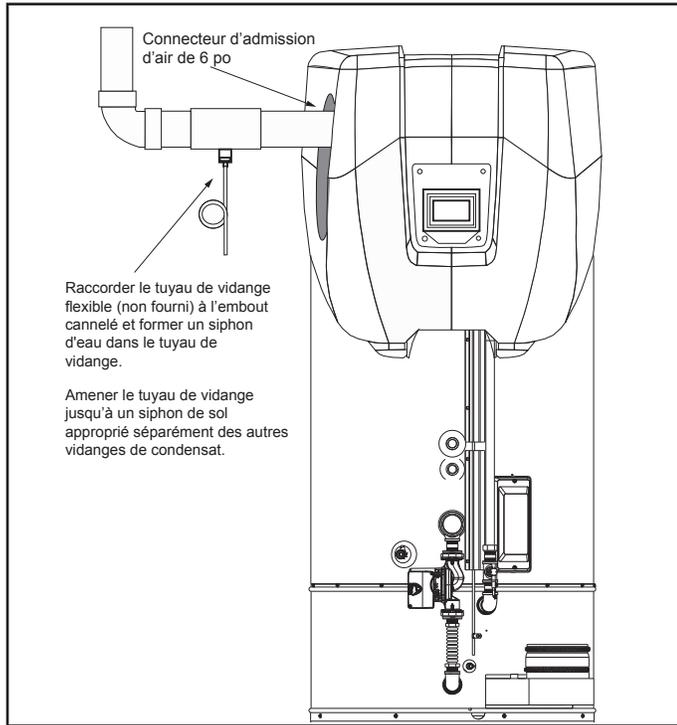
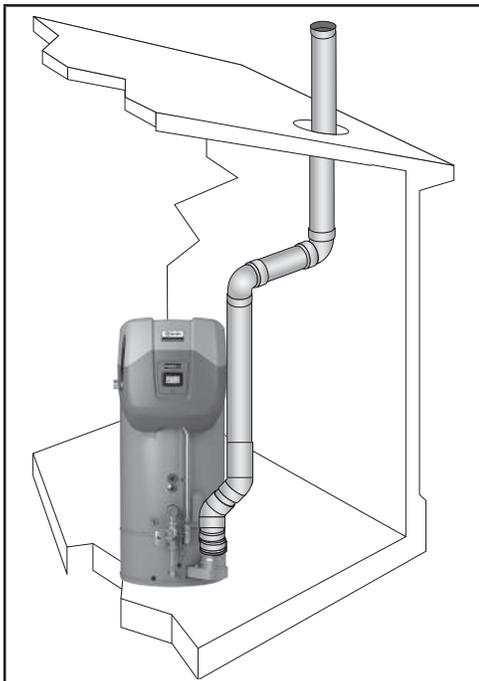
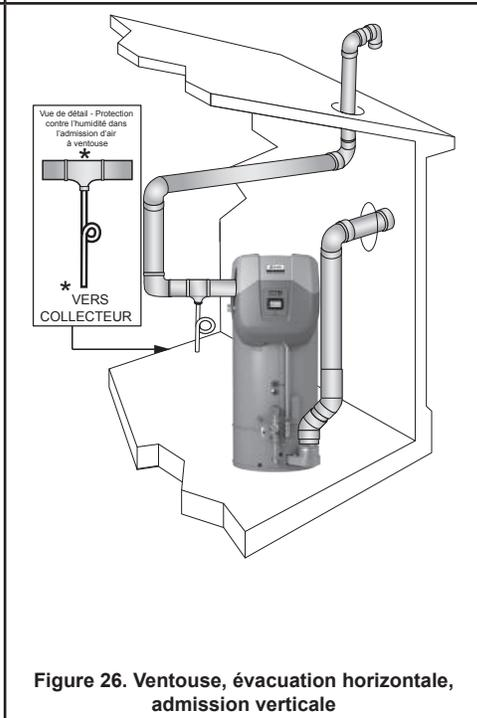

Figure 14. Pose du té de condensat de l'air d'admission
Figure 21. Évacuation mécanique verticale
Figure 26. Ventouse, évacuation horizontale, admission verticale
8. Un raccord en té et un tuyau de vidange de condensat (non fournis) doivent être installés dans la tuyauterie d'admission d'air à proximité du chauffe-eau dans les climats plus froids ayant de fortes accumulations de neige et dans les régions soumises périodiquement à une forte humidité. Le tuyau de vidange doit être acheminé vers un siphon de sol séparé de toutes les autres vidanges de condensat. Voir **Figure 14** (page 23).
Les installations qui présentent l'une quelconque de ces situations devront comporter une conduite de vidange d'humidité à siphon s'écoulant vers un écoulement d'eaux usées. Voir Figure 14 (page 23) et Figure 21 à Figure 26 (page 27). Sur une portion horizontale du tuyau d'admission d'air à proximité du chauffe-eau, prévoir un embout cannelé pour vidanger l'eau. Le tube de vidange dans toute installation doit comporter un siphon et s'écouler vers une évacuation d'eaux usées adaptée. La conduite de vidange de l'admission d'air doit être entièrement distincte de la conduite de condensats de la sortie d'évacuation des gaz de combustion.